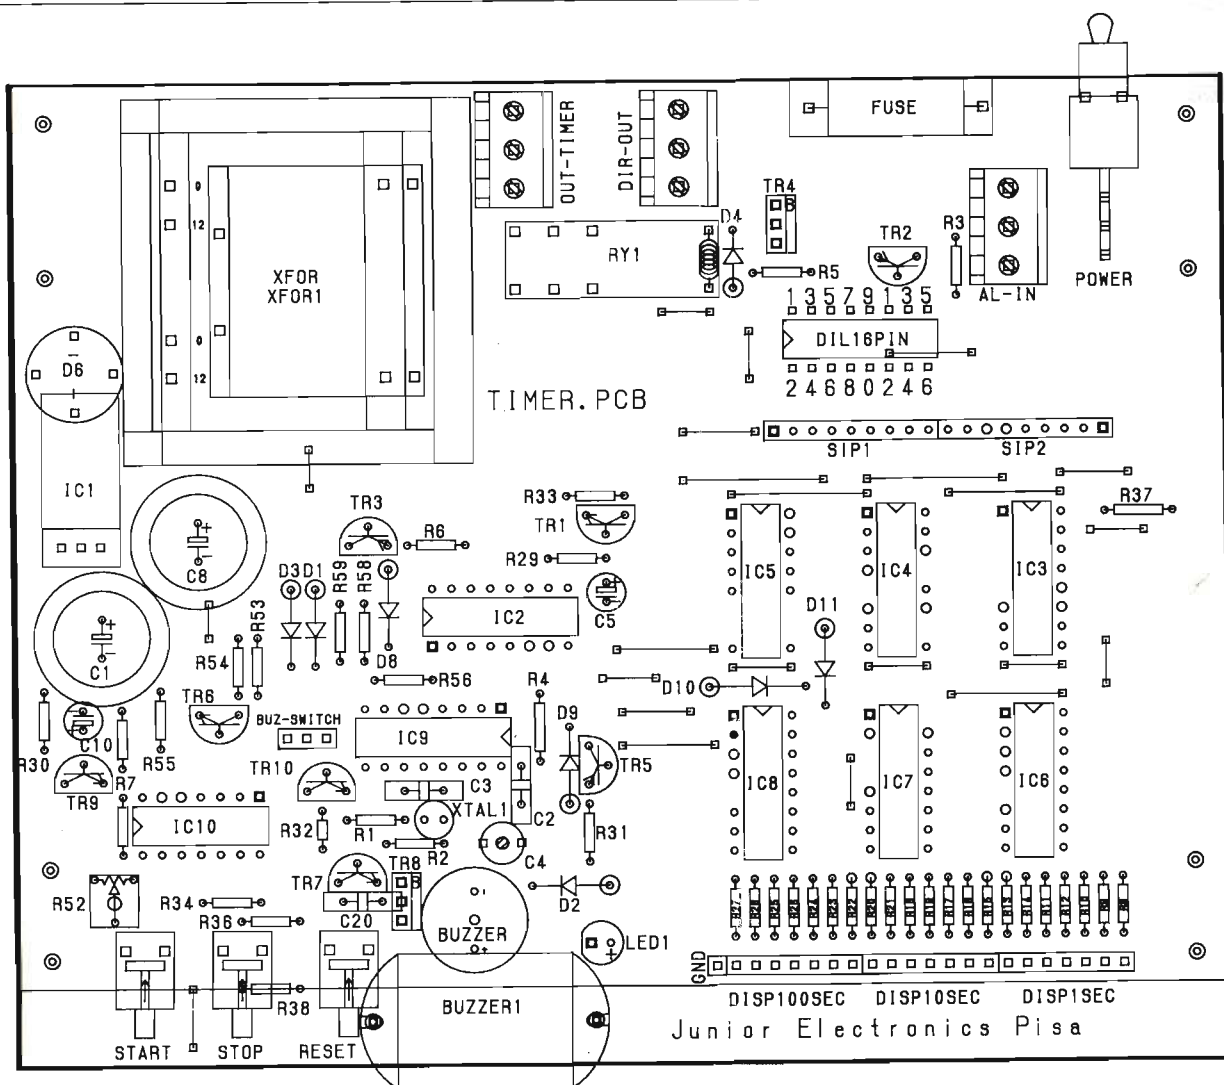

Figura 6.
Diamo uno sguardo al layout di **figura 6**.
N.B. Diversamente dal connettore OUT-TIMER, DIR-OUT ha i due poli di fase corrispondenti a piedini interni, verso RY 1 per intenderci, e il polo di terra corrispondente al piedino verso l'alto di **figura 6**.
Il collegamento tra la piastra del TIMER e i contraves è stato effettuato con flat cable a 16 poli; ad una estremità sono saldati i contraves mentre l'altra estremità termina con connettore DIL (dual in line) a 16 piedini per flat cable che permette l'innesto rapido nello zoccolo a 16 pin da circuiti integrati montato sul circuito stampato. Questo per permettere accessibilità al circuito in caso di riparazioni, ma niente vieta di saldare il flat cable direttamente al circuito stampato, specialmente in caso di difficoltà reperibilità dello zoccolo DIL. Subito sotto allo zoccolo DIL 16 pin si trovano le due reti di resistenze SIP 1 e 2. Queste particolari resistenze sono integrate in un contenitore SIL (single in line) a 9 piedini e, il tipo da noi usato, per i pochi che ancora non le conoscessero, è formato da 8 resistenze da 4700 ohm delle quali un reoforo ognuna fa capo a uno dei pin da 2 a 9, mentre il secondo reoforo di ogni resistenza fa capo al pin 1. Ogni rete ha, guardandola dalla parte dove è scritto il valore, un puntino rosso; il pin a sinistra del puntino rosso è il pin di collegamento comune delle resistenze. Si noti che nel layout di **figura 6** il piedino comune delle reti SIP 1 e SIP 2 deve essere fatto corrispondere con i due pad quadrati. Se qualcuno avesse difficoltà a reperire le due reti resistive, niente paura. Procuratevi sedici resistenze da 4700 ohm e montatene una in ognuno dei pad rotondi delle SIP, mantenendole in verticale sullo stampato; avremo a questo punto sedici reofori liberi che sono rivolti dalle resistenze verso l'alto. Bene, tagliamo con un tronchesino tutti questi reofori a circa mezzo centimetro dal corpo
Scendiamo ancora rimanendo nella zona di destra di **figura 6**. Proprio in basso a destra si notano le resistenze da R 8 a R 28 che fanno capo alla serie di pad quadrati.